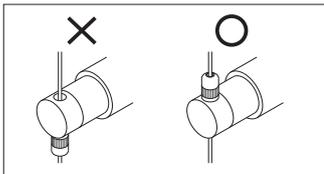

図1
- 金具を取付ける方向(上下)が正しいことを必ずご確認の上ご使用ください(図1)。金具は逆向き状態ではワイヤーを保持できないため落下し、大変危険です。